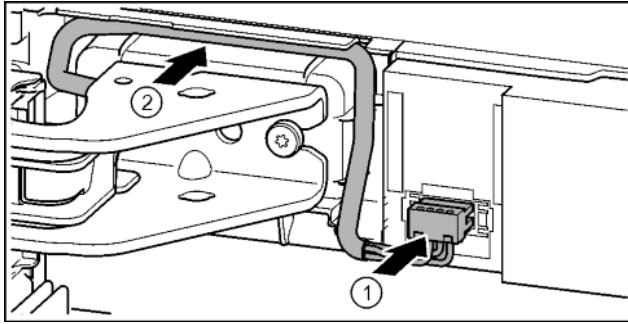

Fig. 35
- ▶ Stecker über oberen Lagerbock einrasten und Kabellitzen vorsichtig in Kanal legen. Fig. 35 (1)
- ▶ Graues Kabel vorsichtig in der Führung über dem oberen Lagerbock verlegen. Fig. 35 (2)